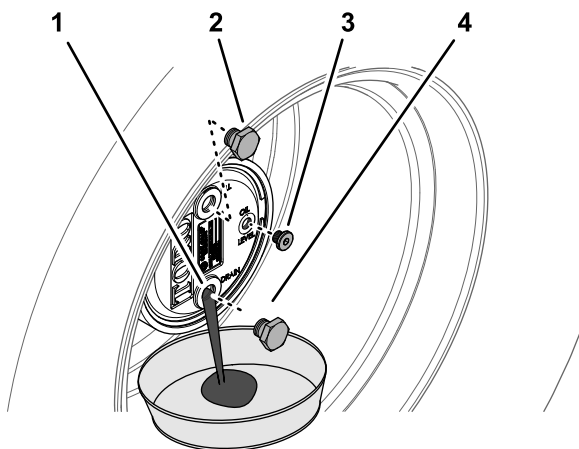

Figure 100
2. Enlevez le bouchon de remplissage de la position 12 heures et le bouchon de contrôle de la position 3 heures (Figure 100).
3. Placez un bac de vidange sous le moyeu du train planétaire, enlevez le bouchon de vidange à la position 6 heures et vidangez toute l'huile (Figure 100).
5. Insérez le bouchon de vidange dans l'orifice de vidange du carter de train planétaire (Figure 100).